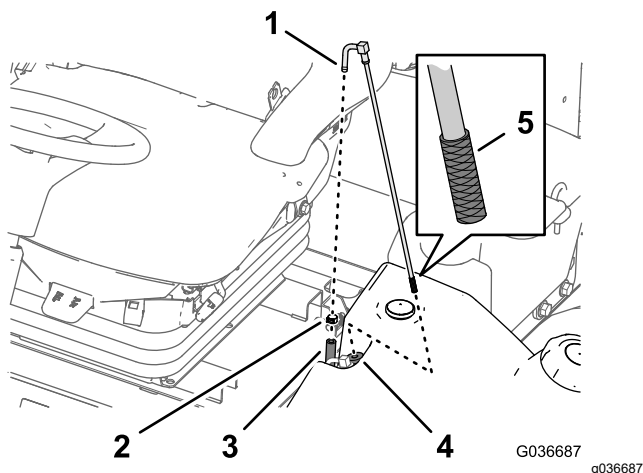

Figura 58
1. Rimuovete la fascetta stringitubo che fissa il flessibile di alimentazione del carburante al raccordo del tubo di adduzione del carburante (Figura 58).
2. Separate il flessibile dal raccordo (Figura 58).
3. Sollevate il tubo di adduzione del carburante dal serbatoio del carburante (Figura 58).
4. Pulite eventuali detriti dalla griglia all'estremità del tubo di adduzione del carburante (Figura 58).
5. Inserite il tubo di adduzione del carburante attraverso la boccola in gomma e nel serbatoio (Figura 58).